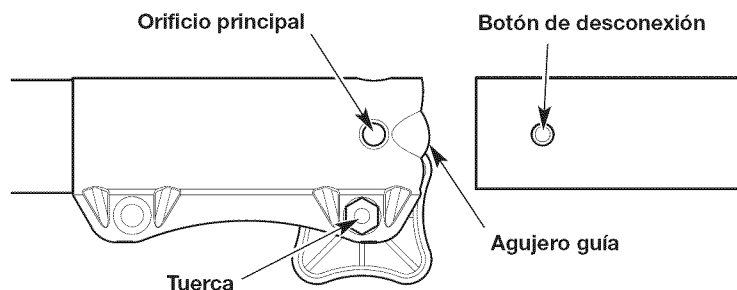

Fig. 5
4. Alinee el botón de liberación con el embutimiento de la guía (Fig. 5).
5. Presione el accesorio directamente dentro del acoplador hasta que el botón de liberación encaje a presión firmemente del orificio principal (Fig. 5).
**NOTA:** No ajuste demasiado la tuerca (Fig. 5).
3. Oprima y mantenga apretado el botón de liberación (Fig. 5).